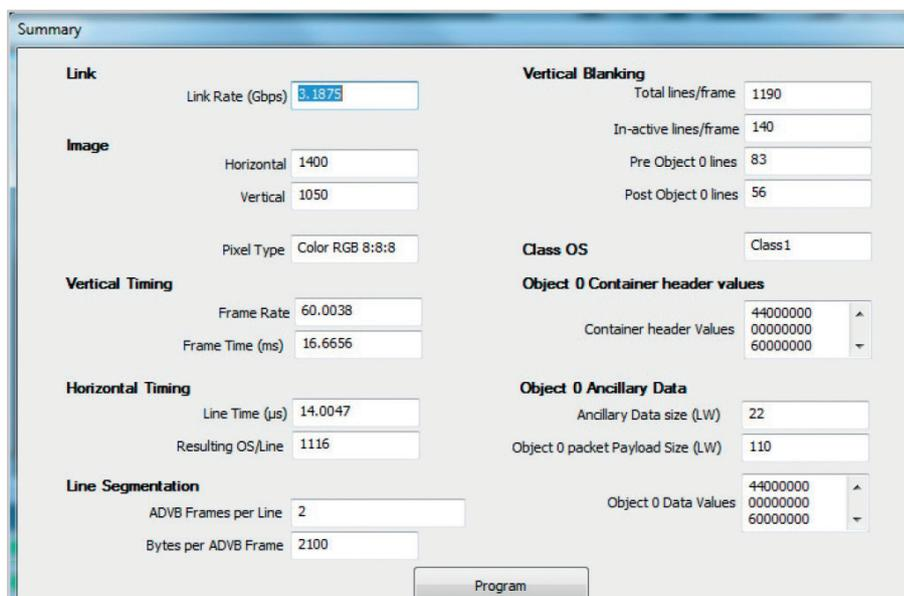

Рис. 4. Контрольное окно параметров пользовательского видеосигнала
- Этап 2, шаги 12-14 (см. рис. 4):